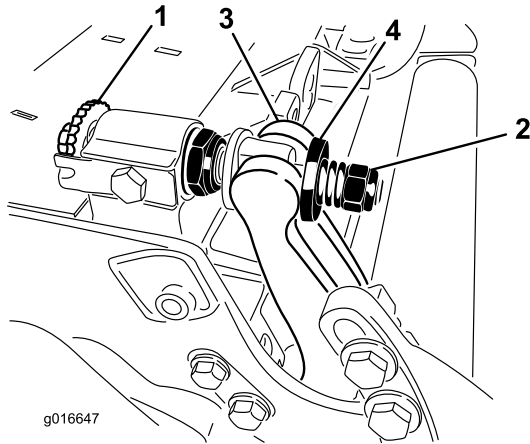

Figura 23
1. Rode os parafusos de ajuste da barra de apoio no sentido contrário ao dos ponteiros do relógio, para afastar a lâmina de corte do cilindro (Figura 23).
2. Faça recuar a porca da mola tensora até que a anilha deixe de estar sob tensão contra a barra de apoio (Figura 23).